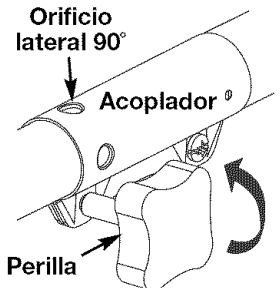
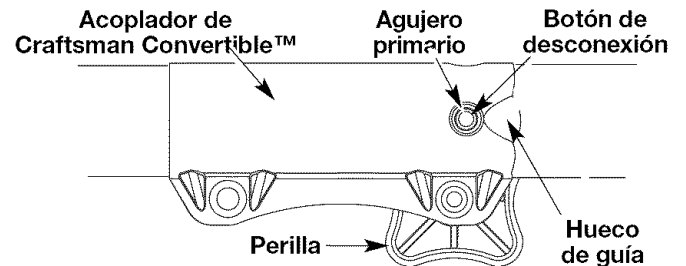

Fig. 11
Fig. 12
1. Gire la perilla en sentido antihorario para aflojar el acoplador (Fig. 11, p. 8).
2. Mientras sostiene con firmeza el accesorio, empujelo en línea recta dentro del acoplador hasta que el botón de liberar se trabe en el agujero primario (Fig. 12, p. 8).
NOTA: Alinear el botón de liberar con la muesca de guía (Fig. 12, p. 8) facilitará la instalación.
2. Gire la perilla en sentido antihorario para aflojarla (Fig. 11).
3. Oprima y sostenga el botón de desconexión (Fig. 12) y gírelo con firmeza 90° en cualquier dirección (según el modo en que quiere recortar el borde) (Fig. 11).
2. De vuelta a la perilla a la izquierda para aflojar el acoplador (Fig. 11).
3. Mientras que firmemente sostiene el accesorio, empújelo derecho en el acoplador hasta el botón liberador (Fig. 12) se encaja a presión hacia el agujero primario (Fig. 12). El agujero primario está en el lado opuesto del acoplador de la perilla (Fig. 12). La alineación del botón de desconexión con el hueco de guía facilitará la instalación (Fig. 12).
3. Oprima y sostenga el botón de desconexión (Fig. 12).